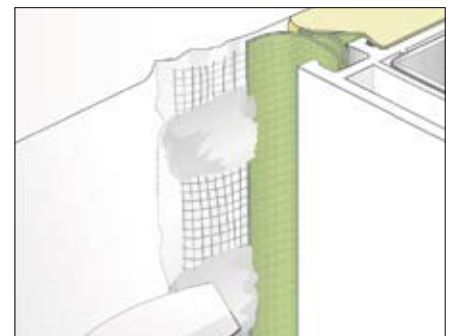

Fig. 12: gerichte bevestiging met behulp van dispersielijm (illbruck hechtpaste). Let erop dat de lijm compatibel is met de mortel, doe de nodige tests.
- Breng het membraan aan en bevestig het op enkele punten met behulp van mortel of dispersielijm (fig. 12).